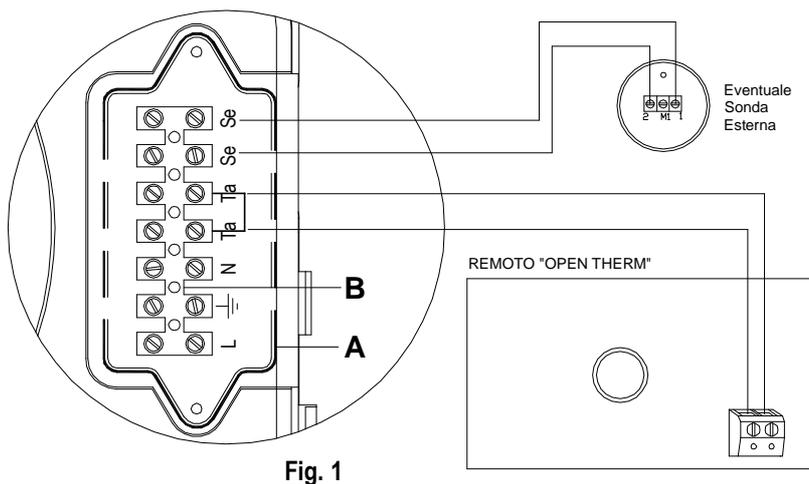

Fig. 1
- svitare le viti e rimuovere il piastrino A (vedi fig. 1).;
- svitare le viti e rimuovere il piastrino A (vedi fig. 1);